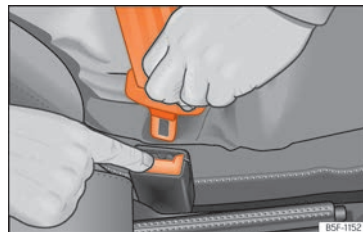

Abb. 10 Schloßzunge vom Gurtschloß lösen.
- »» **Abb. 10.** Die Schlosszunge springt heraus.